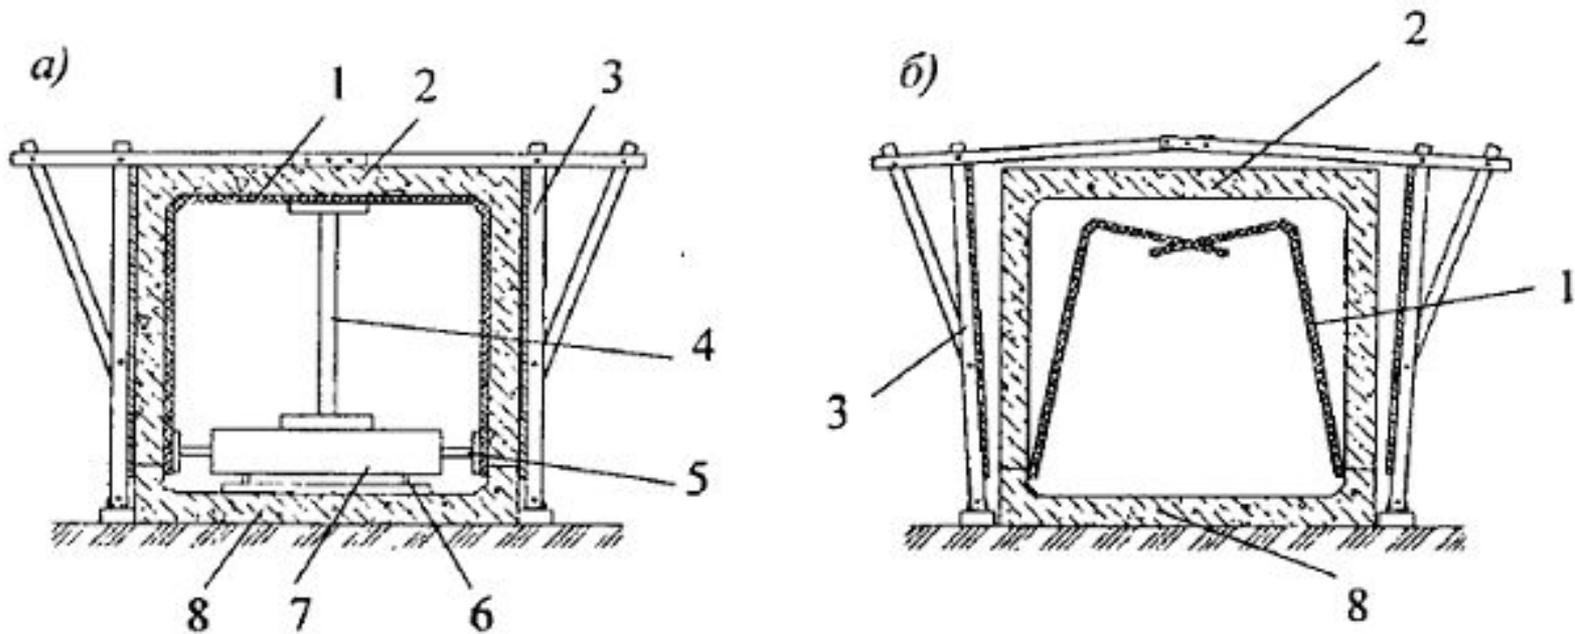

Рис. 1. Катушечная опалубка для бетонирования подземных коллекторов:
- состоит из внутренней и наружной частей (рис. 1). Нижняя внутренняя часть опалубки, смонтированная на рельсовом пути, состоит из тележки с закрепленными на ней подъемными устройствами — домкратами двух типов (подъемно-опускными опорами), которые несут инвентарную опалубку.